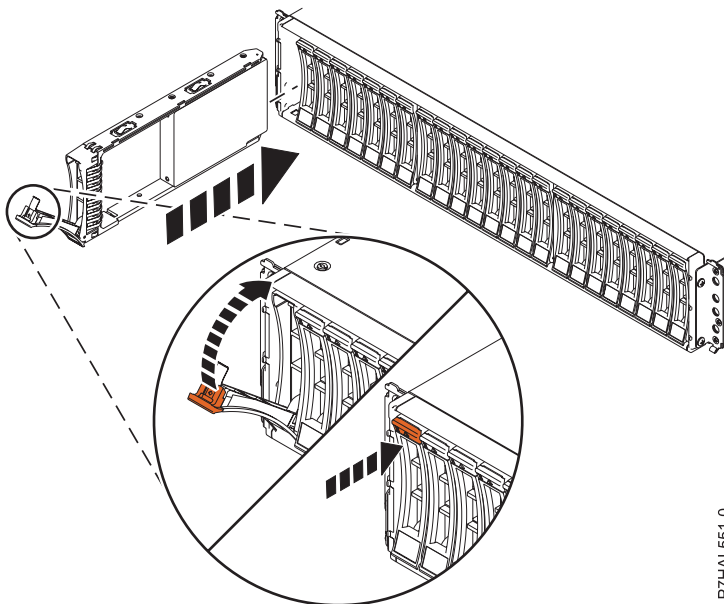

Figure 7. Installation de l'unité de disque dans le boîtier d'unité de disque 58/87
1. Avec la poignée en position déverrouillée (voir figure 7) maintenez l'unité par le dessous pour l'aligner avec les rails de guidage dans l'unité d'extension.